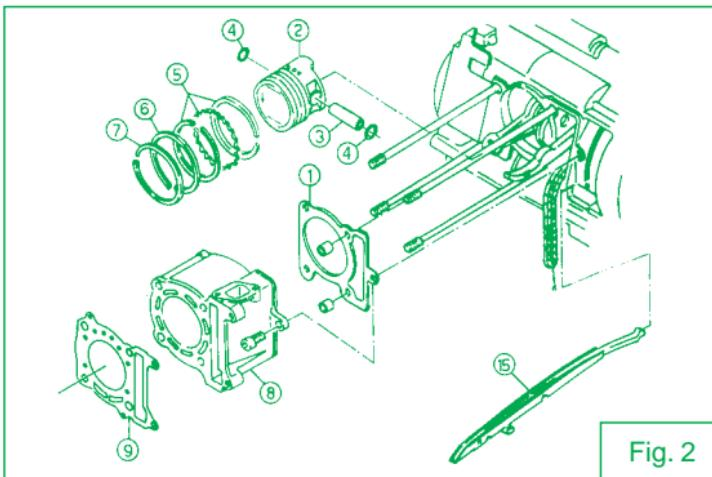
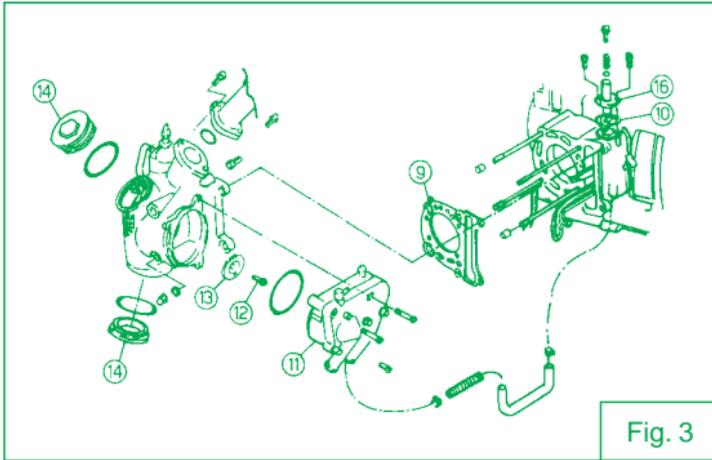

Fig. 2
Fig. 3
- 7) Démontez les bouchons (Fig. 3 - n. 14) et s'assurer qu'il y ait du jeu entre le balancier et le clapet à confirmation que le piston se trouve au point mort supérieur.
- 8) Démontez le tendeur de chaîne (Fig. 3 - n. 16).
- 9) Démontez la vis (Fig. 3 - n. 12) et oter la roue dentée (Fig. 3 - n. 13).
- 11) Oter le guide de chaîne (Fig. 2 - n. 15).
- 7) Mettre en place le guide de chaîne (Fig. 2 - n. 15), le joint de culasse (Fig. 3 - n. 9) ainsi que les ergots.
- 9) Mettre en place la roue dentée (Fig. 3 - n. 13) sur la chaîne, ensuite la glisser dans son siège sur l'arbre à cammes.
- 10) Monter le tendeur de chaîne (Fig. 3 - n. 16) en utilisant le joint neuf fourni dans le kit.
- 11) Si vous êtes sûrs d'avoir bien assemblé le kit, visser la vis (Fig. 3 - n. 12) avec une force de serrage de 25 à 35 Nm.
- 12) Mettre en place la pompe à eau (Fig. 3 - n. 11) en prenant attention de glisser la dent dans l'œillet de la vis qui fixe la roue dentée (Fig. 3 - n. 12) et le carburateur. Monter le moteur sur le châssis.